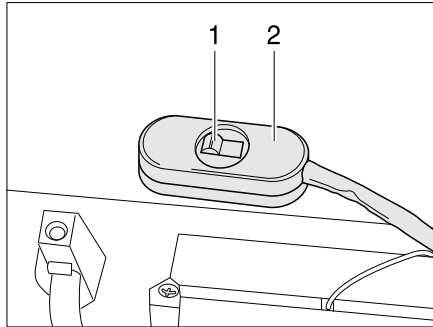

Bild 127 Schalter Drehzahlreduzierung
Mit dem Schiebeschalter (Bild 127,2) kann die Drehzahl der Umwälzpumpe eingestellt werden. Bei reduzierter Drehzahl verringern sich die Laufgeräusche der Pumpe.
- Den Schieber (Bild 127,1) nach rechts schieben. Die Leistung ist verringert.